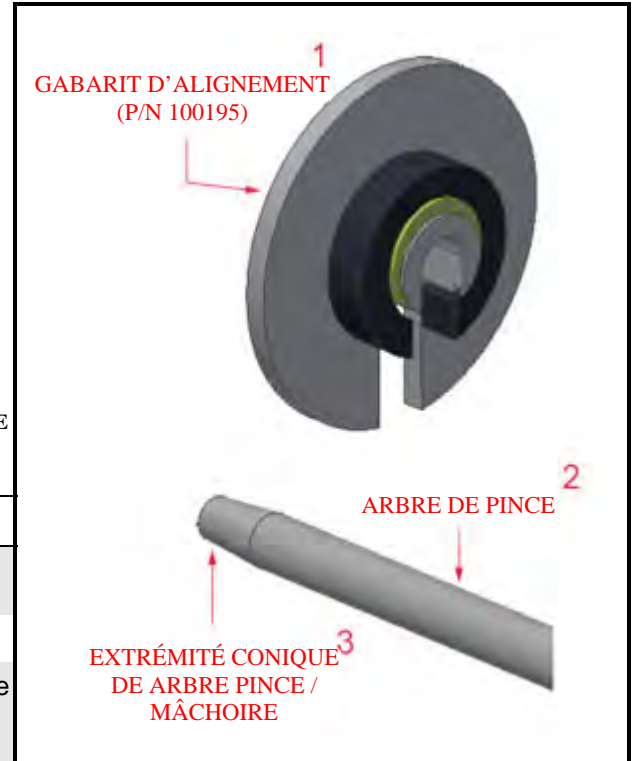

FIGURE 3-1. ARBRE DE PINCE ET GABARIT D'ALIGNEMENT
2. S'il n'est pas déjà installé, sélectionner l'arbre de pince/mâchoire de serrage qui sera utilisé. Nettoyez toute saleté ou tout résidu sur l'arbre. Glisser l'arbre de la pince/mâchoire de serrage dans le carter de la boîte de transmission de l'outil (voir Figure 3-1).